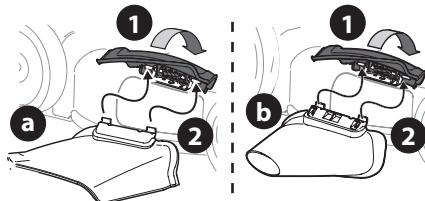

Figure 18
1. Relevez le bouchon de déchiquetage. Voir Figure 18.